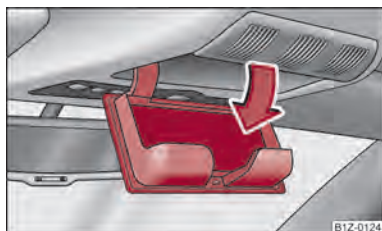

Fig. 81 Découpe dans le revêtement de pavillon : Rangement pour lunettes
- Appuyez sur le couvercle du vide-poches, le vide-poches s'ouvre vers le bas ⇒ fig. 81.